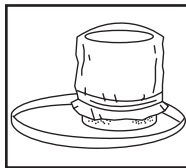

FIGURE 6
14. Faites glisser la bague de montage sur le filtre jusqu'à ce qu'elle soit placée contre les nervures du support de couvercle **FIGURE 6**. N'utilisez jamais le manchon en mousse sans filtre sec réutilisable pour le ramassage de déchets secs.